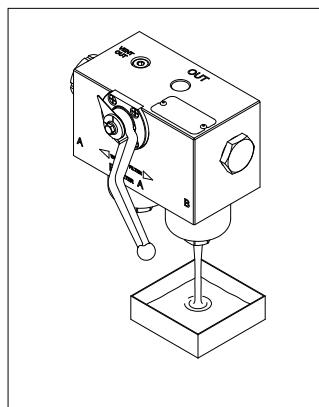

fig. 6
- (Fig. 6) Drenare il fluido di lavoro dal fondo del contenitore al recipiente di raccolta